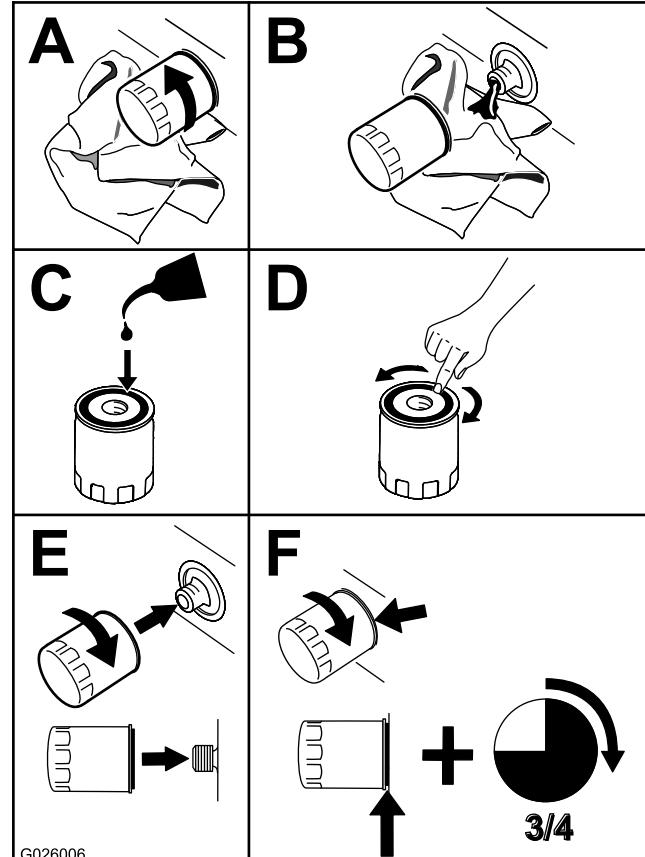

Figure 42
3. Remplacez le filtre à huile moteur (Figure 42).